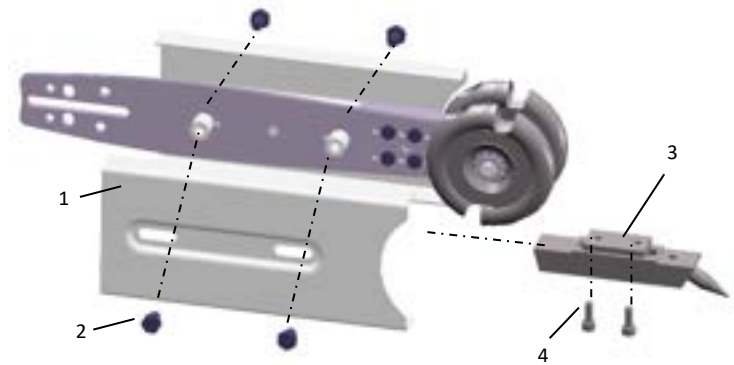

Abb. 6.: Montage Schutzblech und Führungsdorn
- Schrauben Sie anschließend die beiden Schutzblechhälften (1 – Abb.6) mit den Sechskantschrauben (2 – Abb. 6) zusammen und
positionieren Sie den Führungsdorn (3 – Abb.6) vor dem Festziehen der Schrauben am unteren Ende des Schutzbleches. Ziehen Sie die Schrauben vom Schutzblech und von dem Dorn (4 – Abb.6) fest. Der Führungsdorn kann für tiefe Aushöhlungen weiter vorne positioniert werden und für flache Aushöhlungen weiter nach hinten geschoben werden.